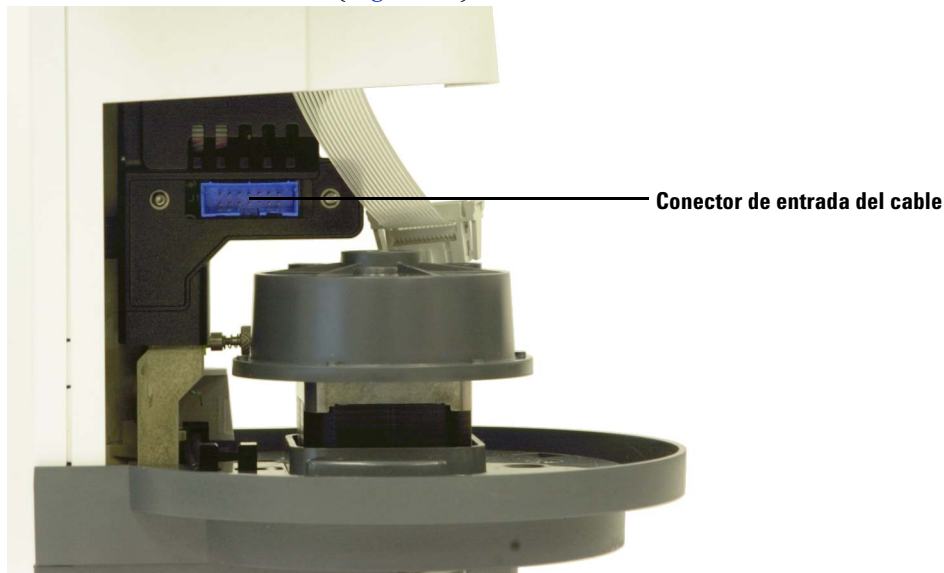

Figura 63 Acceso al conector de entrada del cable
- 10** Deslice el conjunto del soporte de la jeringa hasta abajo de manera que pueda acceder al conector de entrada del cable en el mecanismo por debajo de la carcasa de la torre (Figura 63).